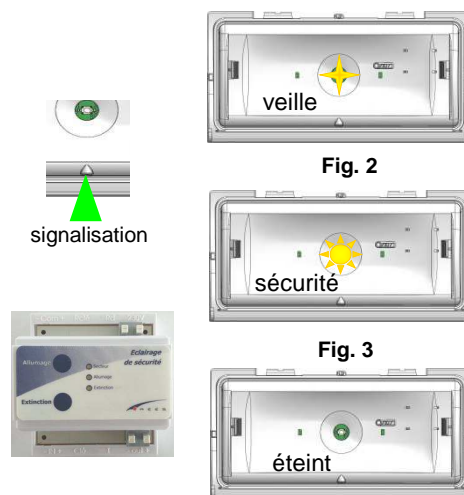

Fig. 4
- Exécuter un ordre d'extinction via la télécommande : La led principale s'éteint (fig.4)